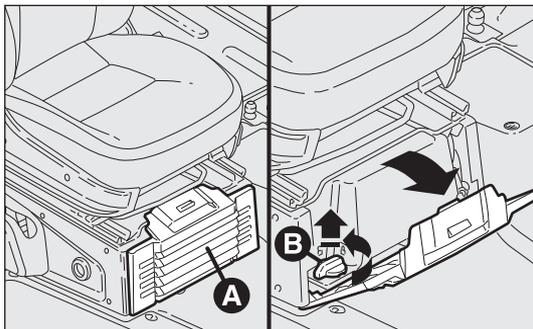
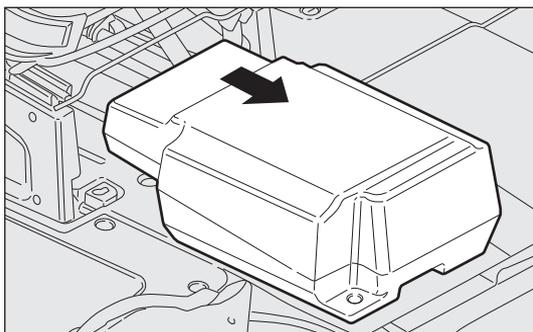

fig. 206
fig. 207
- Abra la tapa A y sáquela tal como muestra la fig. 206;
- gire hacia la izquierda el pomo de bloqueo B y sáque-lo fig. 206 para poder sacar la caja fig. 207;